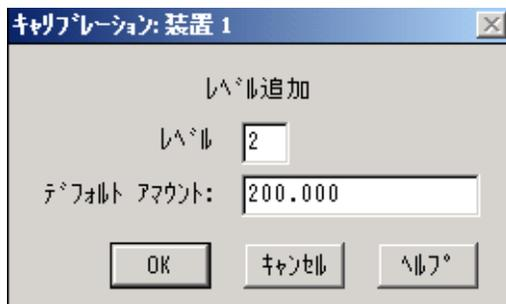

図 10 キャリブレーションダイアログボックス (レベルを追加する場合)
- 2 新しいレベルを追加する **キャリブレーションダイアログボックス** を表示します (図 10) 参照) :
- 6 さらにもうひとつレベルを追加する**キャリブレーション**ダイアログボックスを表示します (図 10 参照) :